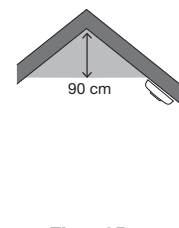

Figur 2. Bolig med flere etasjer
**Bolig med flere etasjer:** For å få et minimumsnivå av beskyttelse plasseres én alarm i trappehuset (inngangsnivå) og ytterligere én alarm over trappeavstansen i øverste etasje, samt én alarm i taket i kjelleren ved foten av trappen. Dette dekker kjelleren, men ikke krypkjeller og uinnredede loftsrom. Se eksempel i figur 2.